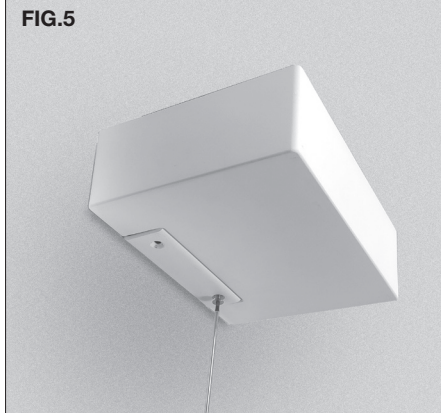

FIG.5
- Chiudere l'apparecchio. **FIG.5**